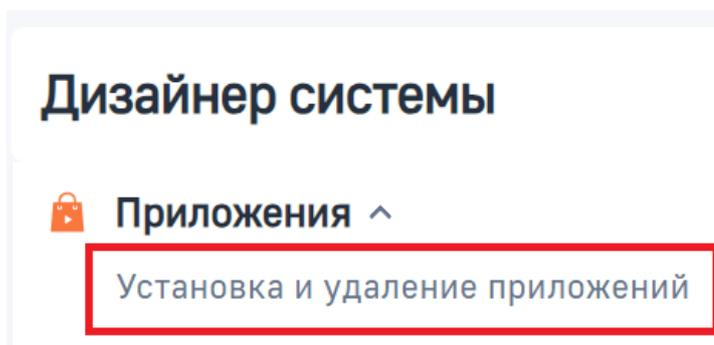

Рис. 1.2. – Дизайнер системы, пункт «Установка и удаление приложений»
2. Открыть раздел «Установка и удаление приложений» (рис. 1.2.).